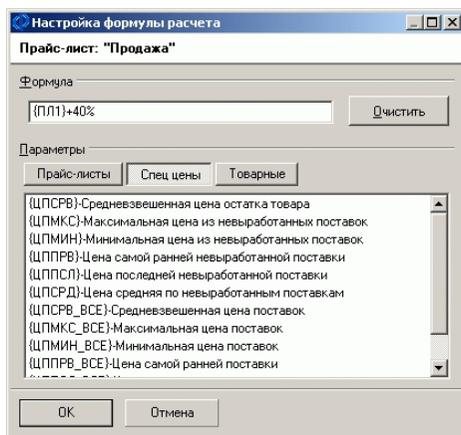

Рис. 2.29. Обозначения спец. цен
- ▶ Группа параметров **Спец. цены** содержит жестко определенный перечень алгоритмов расчета (см. Рис. 2.29), заложенных в системе. Данные алгоритмы используются для получения динамически рассчитываемых цен. Чтобы включить такой параметр в формулу необходимо в блоке **Параметры** активировать кнопку **Спец. цены** и выбрать соответствующий алгоритм.